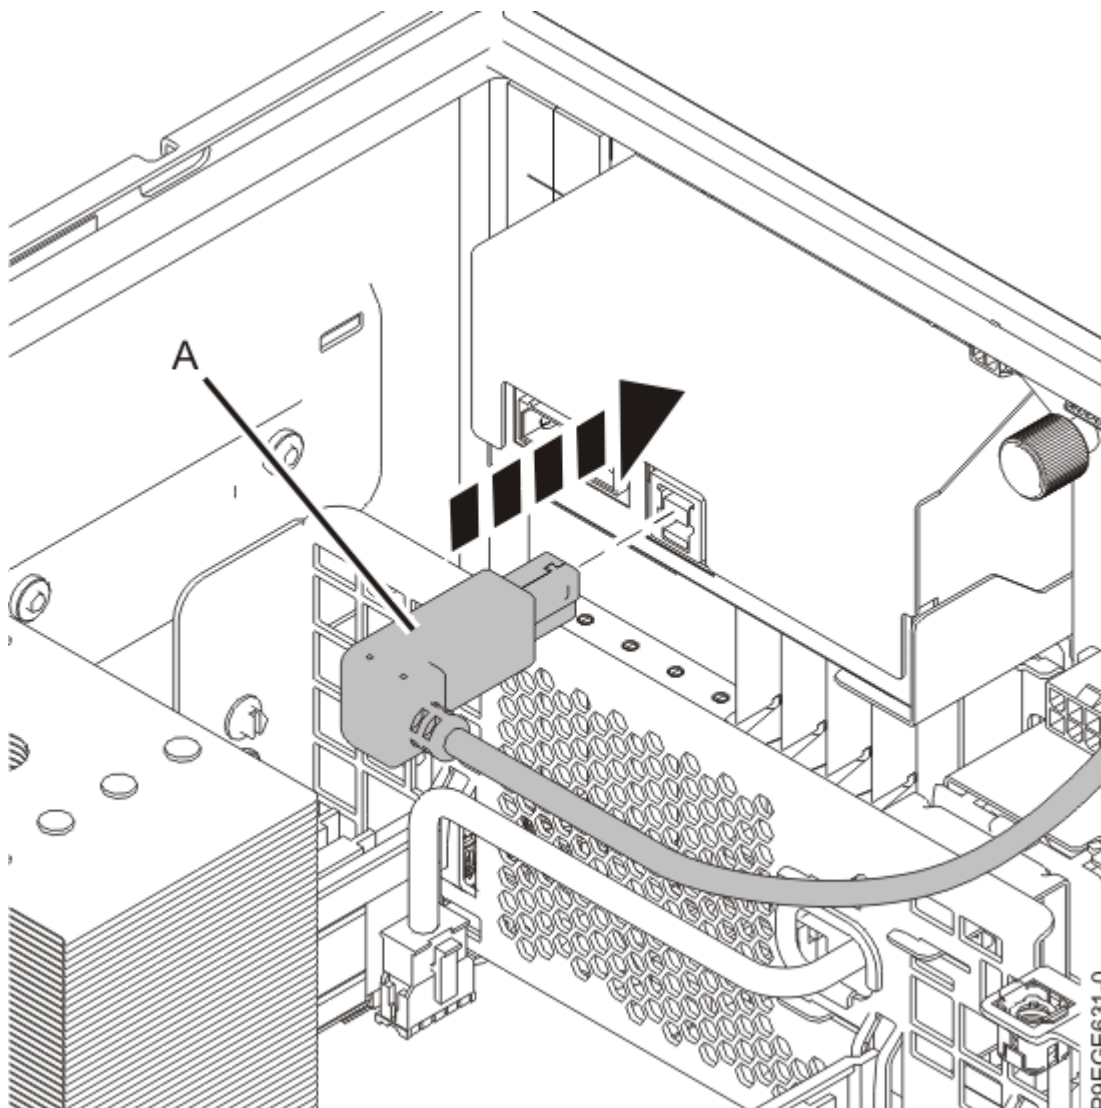

Figura 31. Reconexión del cable USB RDX
- e) Si el servidor tiene una estación de acoplamiento RDX, conecte el cable USB **(A)** en la parte posterior de la estación de acoplamiento RDX, tal como se muestra en la Figura 31 en la página 33.